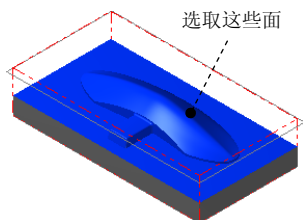

图 9.13 选取加工面
(1) 选取加工面。在图形区中选取图 9.13 所示的面（共 31 个面），然后按 Enter 键，系统弹出“刀具路径的曲面选取”对话框。